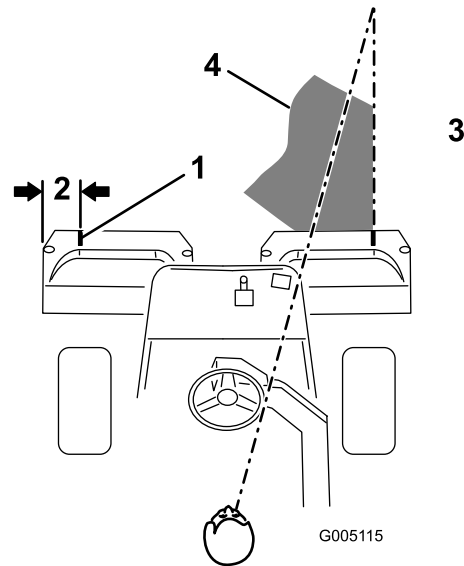
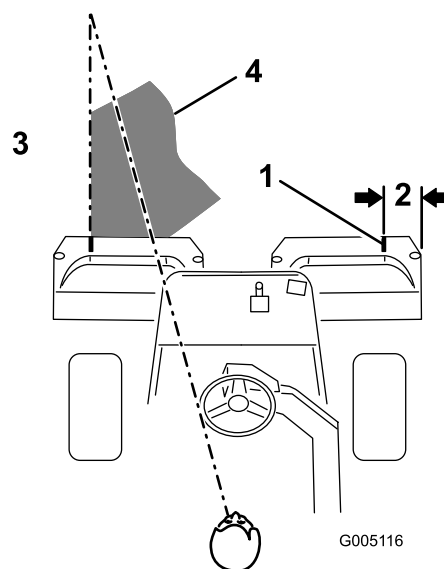

Figura 29
Figura 30
2. Coloque uma fita branca ou pinte um tira em cada um dos cestos, paralelamente à extremidade exterior de cada cesto (Figura 29).
- Sobreponha uma quantidade mínima com o corte anterior nas passagens adicionais. Para cortar em linha reta ao longo do relvado e de modo a conseguir manter uma distância equitativa entre a extremidade da zona de corte anterior, estabeleça uma linha imaginária de aproximadamente 1,8 a 3 m à frente da máquina até a extremidade da zona por cortar (Figura 29 e Figura 30). Alguns utilizadores acham útil incluir a borda exterior da roda motriz na linha imaginária; por exemplo, mantenha a extremidade da roda motriz alinhada com um ponto que se mantém sempre à mesma distância da dianteira da máquina (Figura 29 e Figura 30).